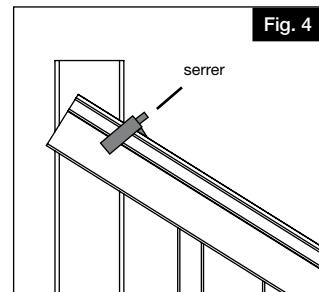

Fig. 4
- Placer la section de rampe d'escalier assemblée à côté des poteaux d'escalier montés en laissant une distance égale aux extrémités des deux barreaux, et fixer la section de rampe d'escalier aux poteaux (Fig. 4).